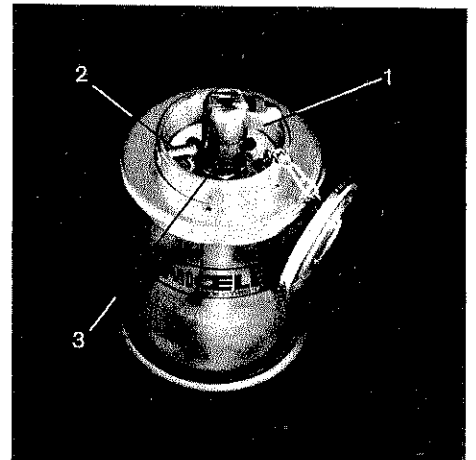

Abb. 13
Der Öler muß unmittelbar vor Arbeitsbeginn angestellt und nach Arbeitsende abgeschaltet werden. Der Öler ist eingeschaltet, wenn der Hebel (1) senkrecht steht. In der Abb. 13 ist der Öler abgeschaltet dargestellt.